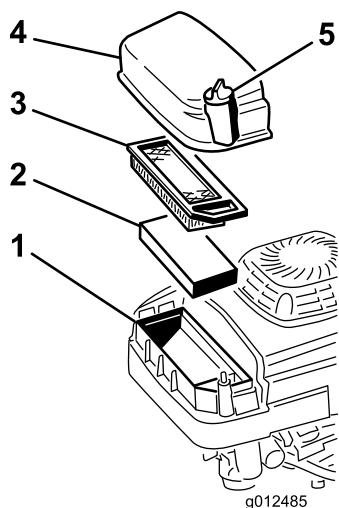

Figura 37
- Togliete la vite che blocca il coperchio del filtro dell'aria (Figura 37).
3. Togliete il coperchio e pulitelo accuratamente (Figura 37).
4. Togliete e controllate i filtri di carta dell'aria (Figura 37) e gettateli se sono eccessivamente sporchi.